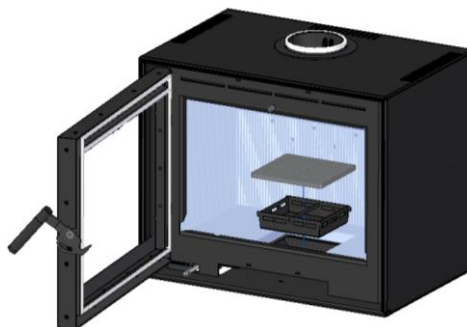

Abbildung 12 – Entfernen der Schublade
2. Entfernen Sie den Ascherost sowie die Aschelade, die sich unter dem Rost befindet, siehe Abb. 12.